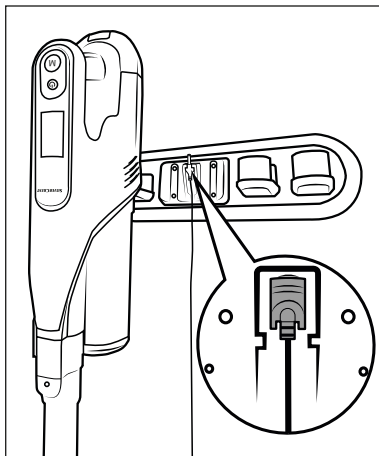

Fig. 6
- ◆ Sæt støvsugeren i vægholderen **18** ovenfra, så hulstikket **11** går ind i lade-stikket **3** på undersiden af produktet. Batteriindikatoren **28** begynder at blinke, og opladningen starter (se fig. 6 og 7).